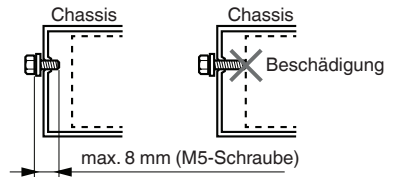

Abbildung 4
5. Verwenden Sie zum Einbau die mitgelieferten Schrauben. Die Verwendung anderer Schrauben kann Beschädigungen verursachen. (Abbildung 4)